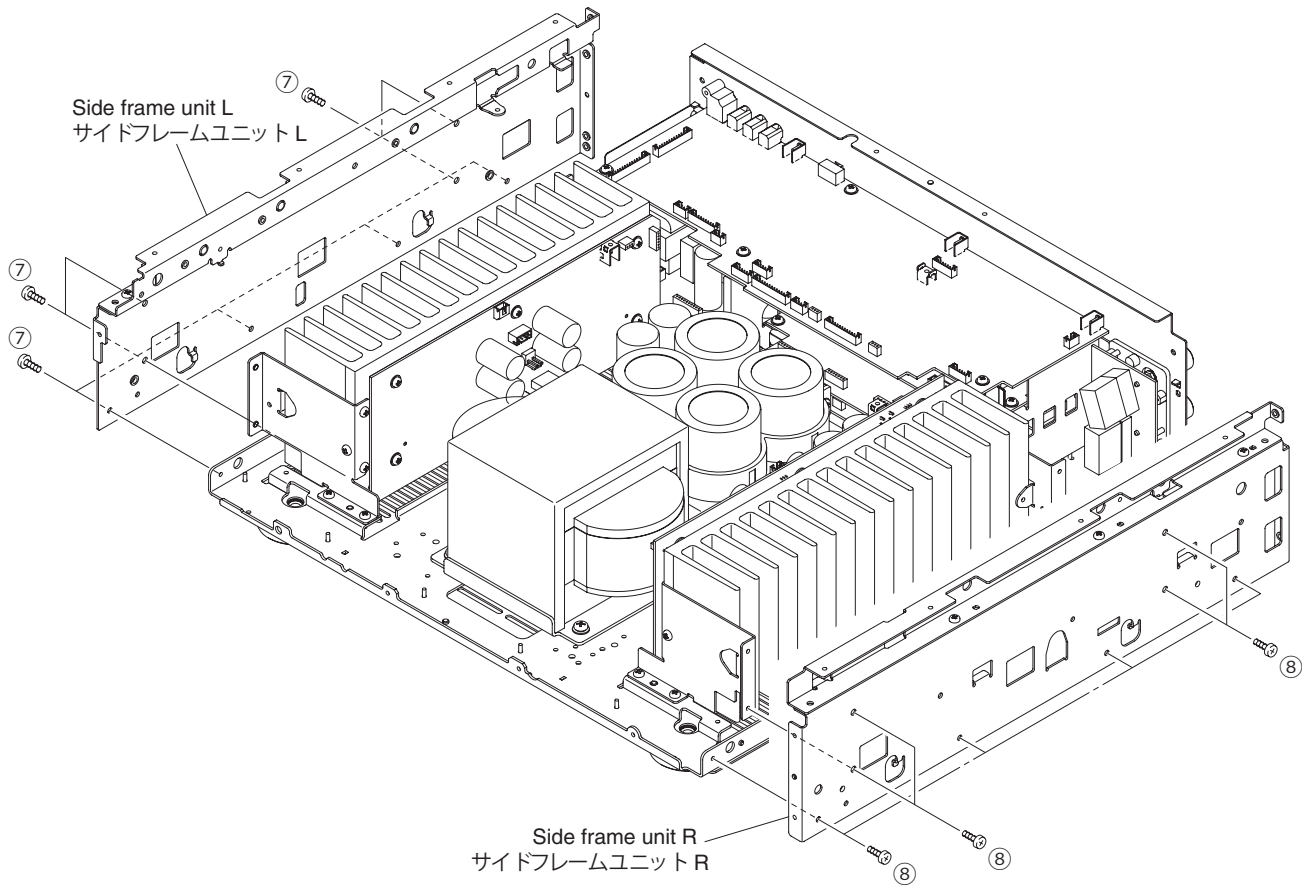

Fig. 6
- a. Remove 8 screws (⑦). (Fig. 6)
- b. Remove the side frame unit L. (Fig. 6)
- c. Remove 8 screws (⑧). (Fig. 6)
- d. Remove the side frame unit R. (Fig. 6)
- a. ⑦ のネジ 8 本を外します。(Fig. 6)
- b. サイドフレームユニット L を外します。(Fig. 6)
- c. ⑧ のネジ 8 本を外します。(Fig. 6)
- d. サイドフレームユニット R を外します。(Fig. 6)